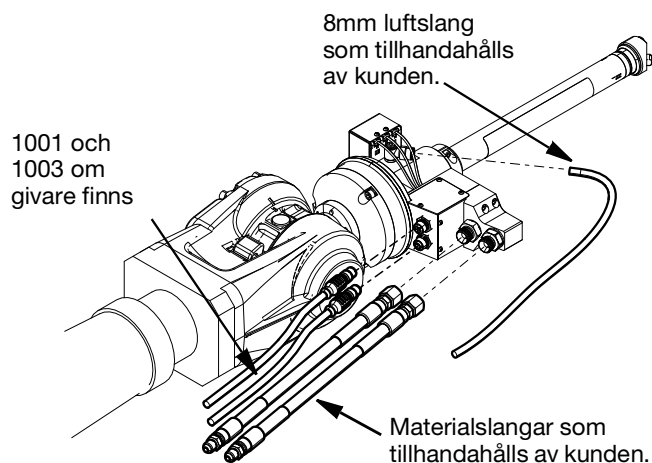

FIG. 7
- Koppla loss materialintagsslangen och returslangen. Använd alltid två nycklar när du lossar högtrycksslansanslutningen. Se FIG. 7
- Koppla bort 8 mm luftslangen. Se FIG. 7
- Koppla loss kabelanslutningarna genom att skruva loss kopplingen på 5-stiftskabelanslutningen (1001) och 8-stiftskabelanslutningen (1003) om sådan finns. Se FIG. 7